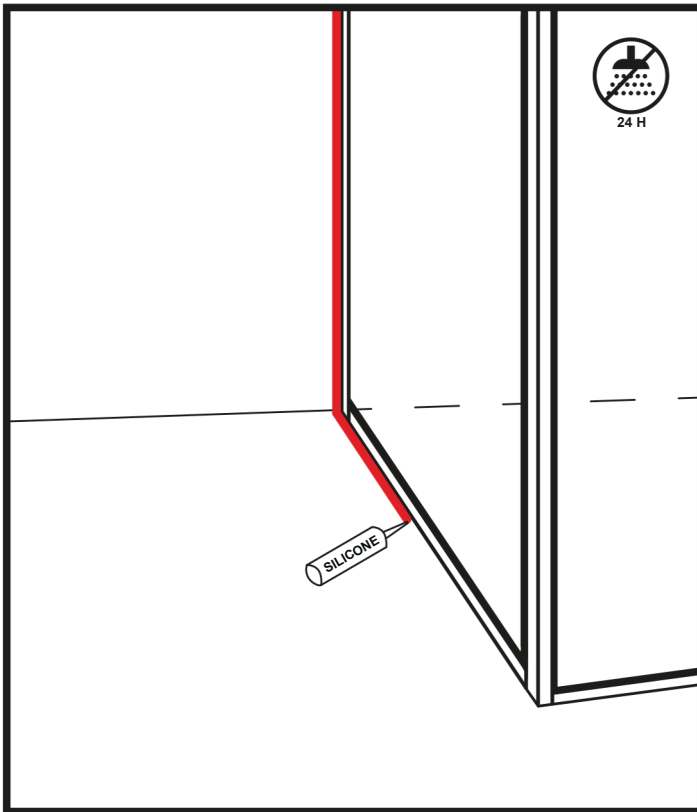
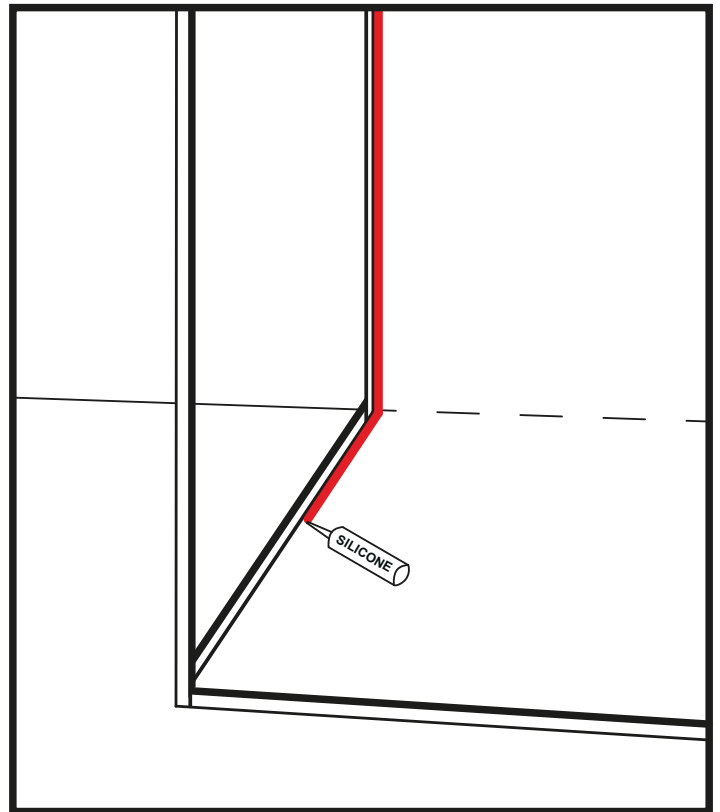

Abbildung 20
Abbildung 21
51. Tragen Sie einen gleichmäßigen Silikonstreifen auf die Innen- (Abb. 21) und Außenkanten (Abb. 20) der U-Leiste der Duschkabine auf.